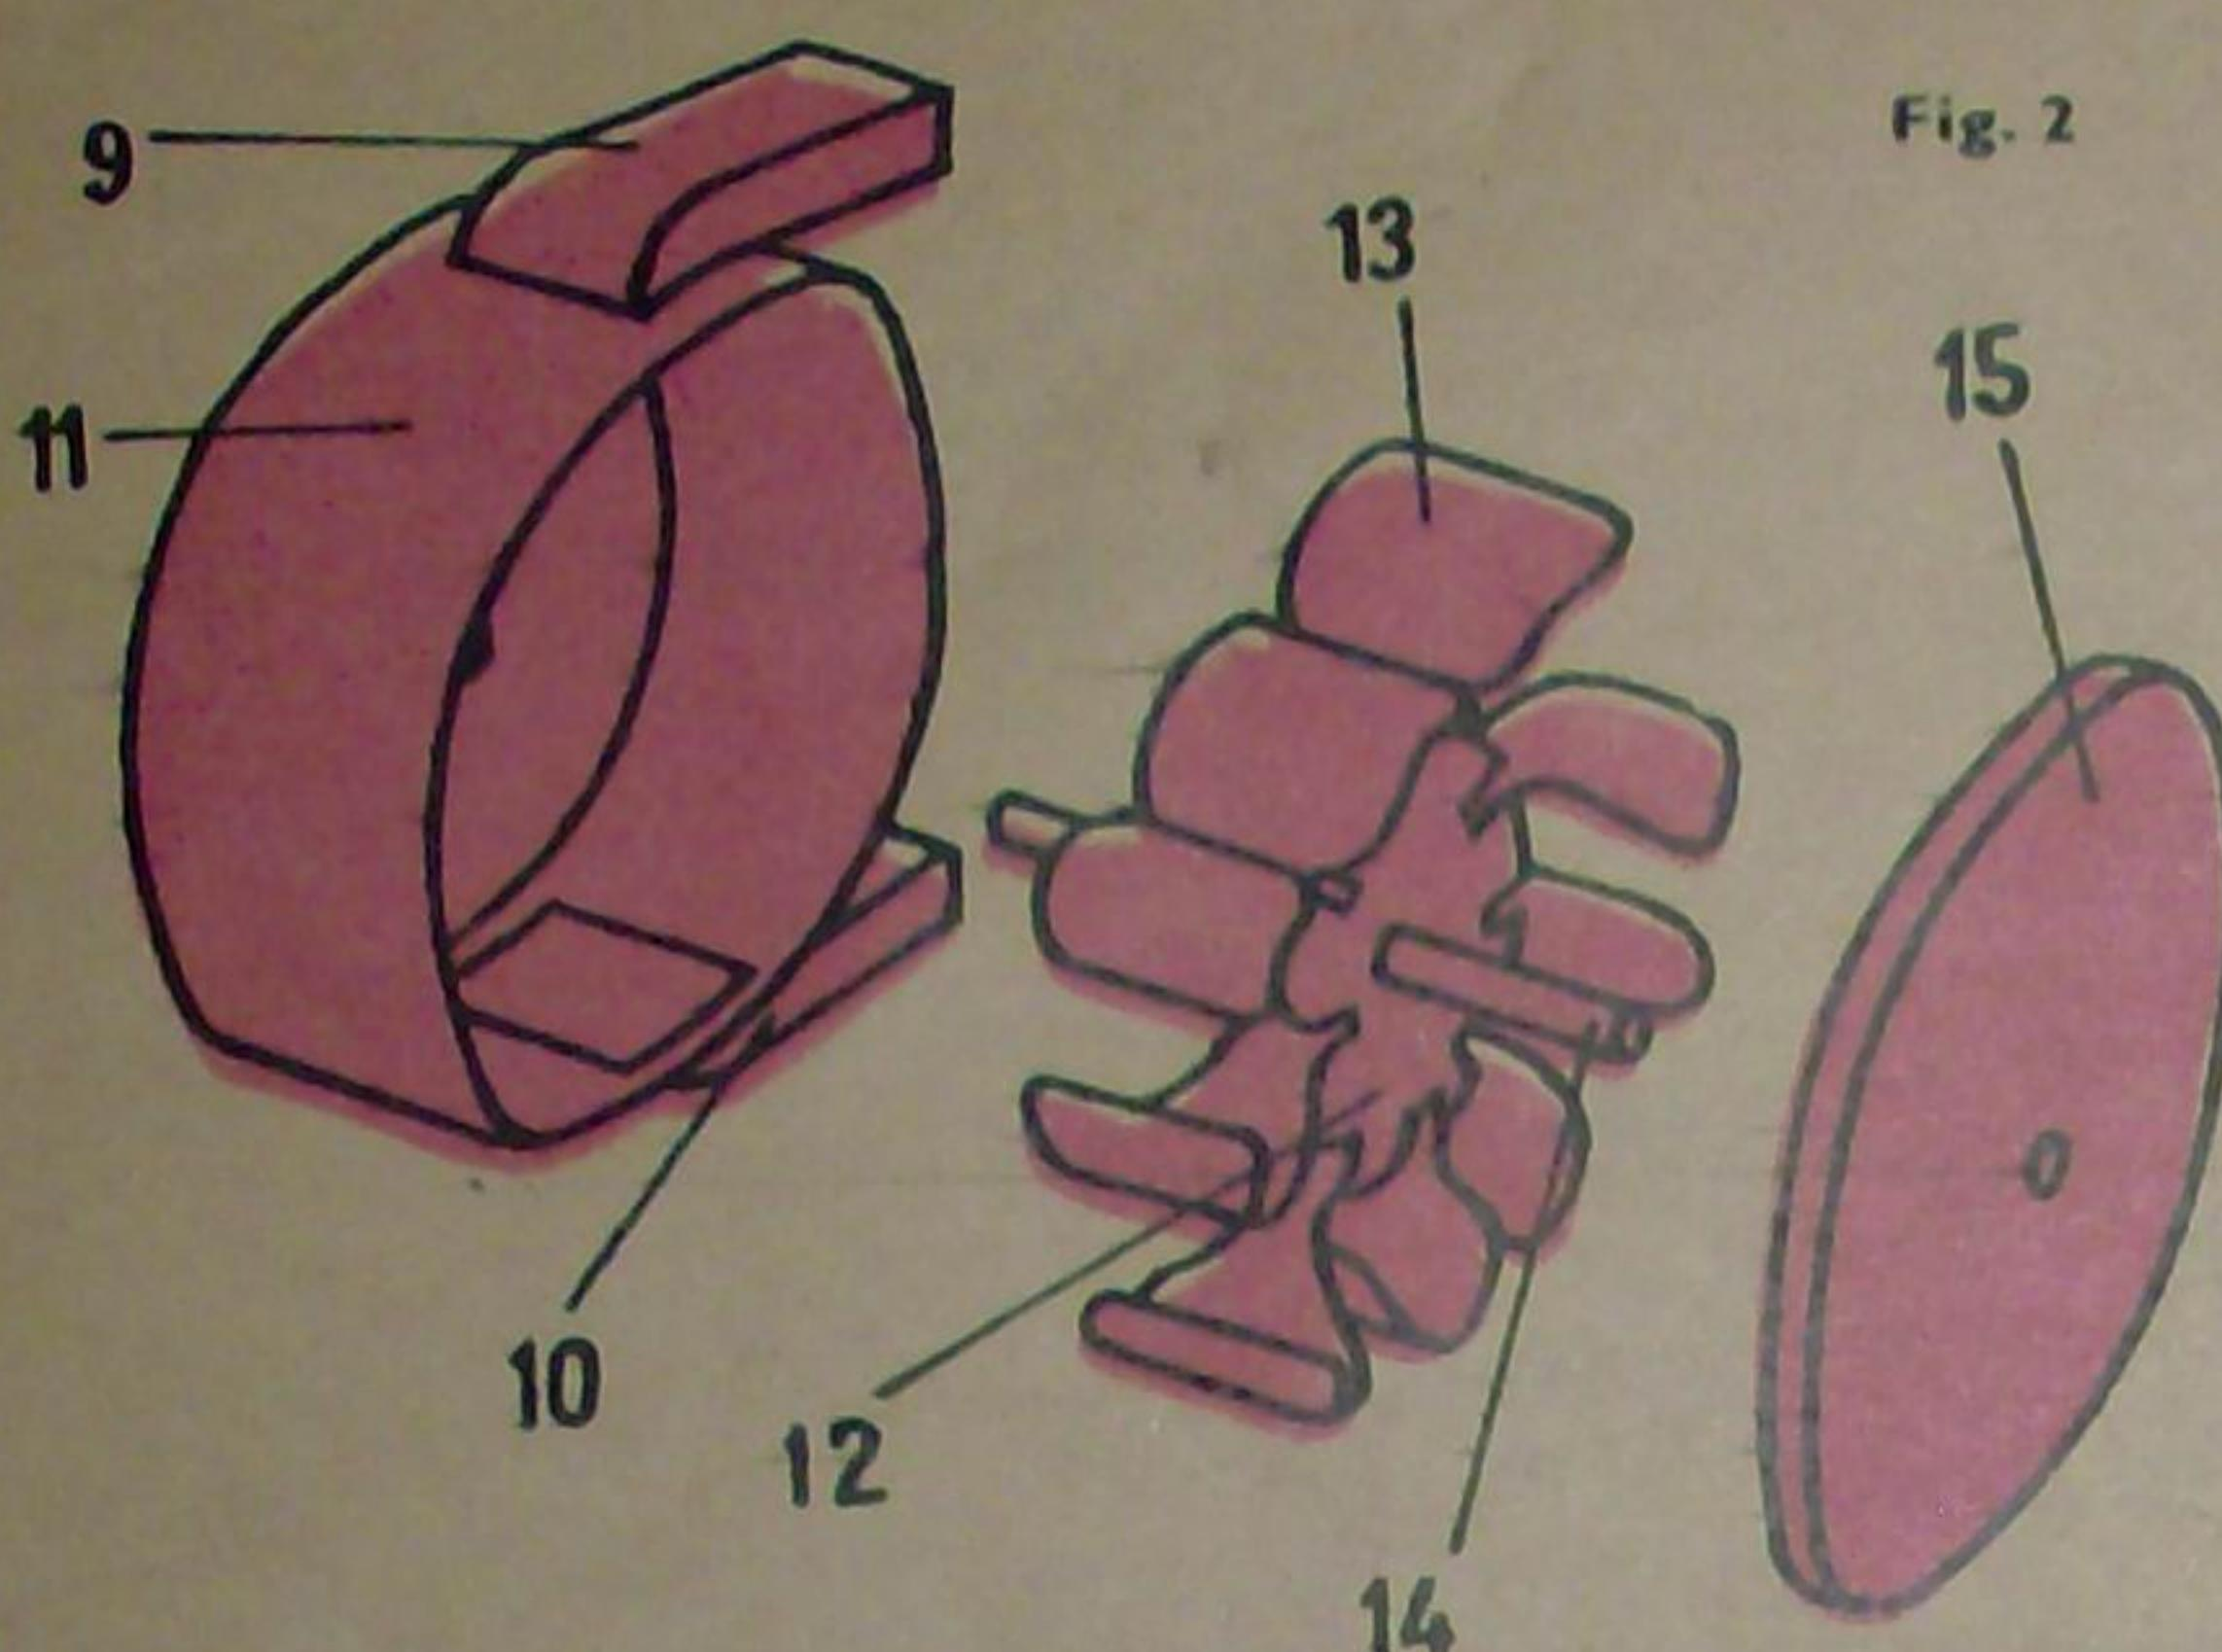
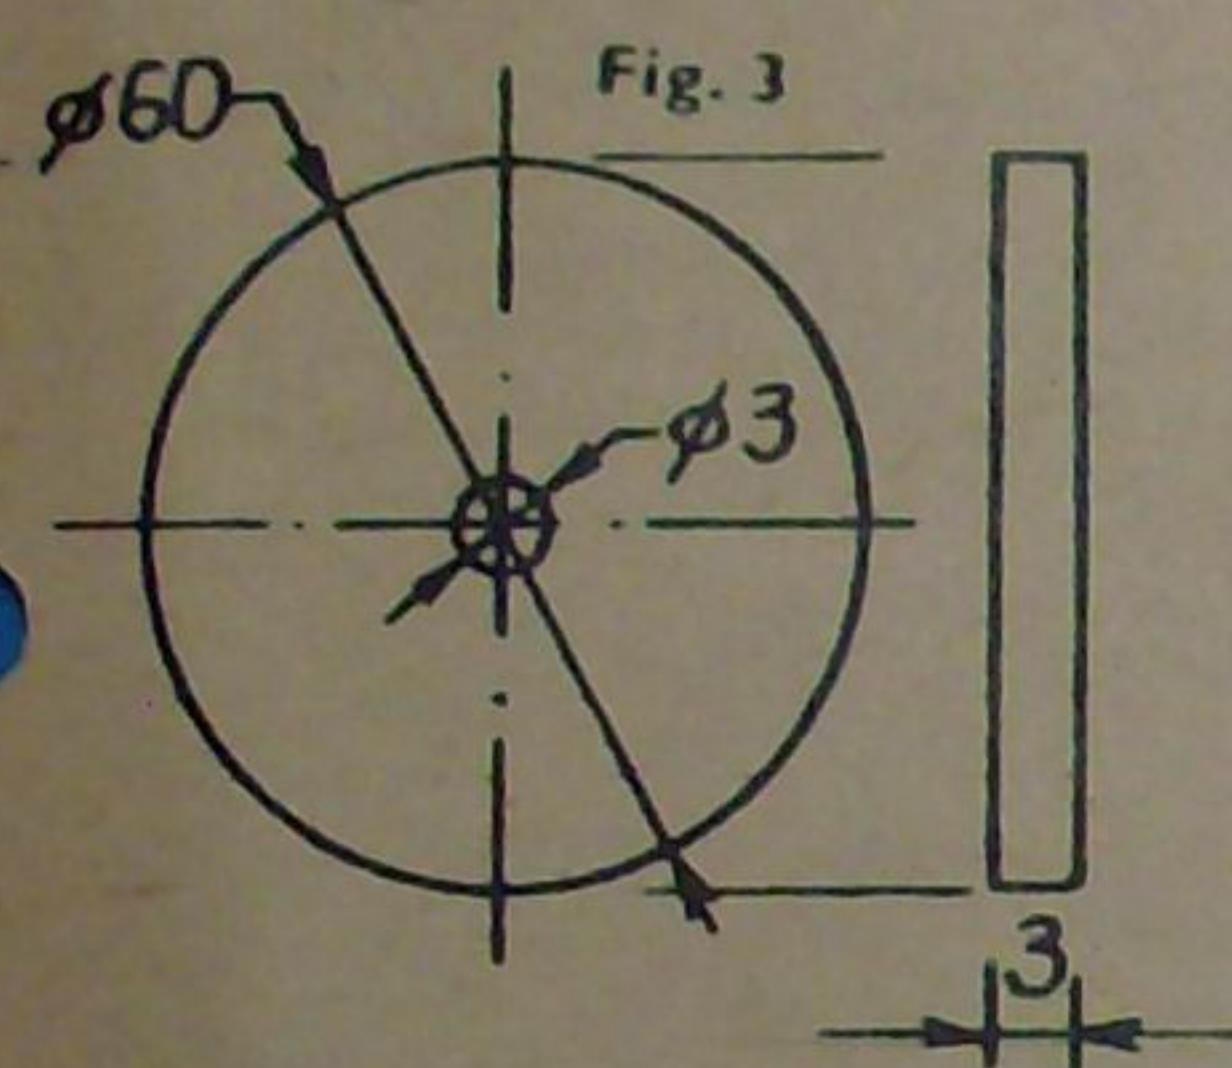

Fig. 2
Fig. 3
După execuțarea acestor părți componente, se trece la asamblare (fig. 2). Picioarele (1) se lipesc de partea exterioară a bucșei (3), iar colțarele (4) se lipesc de capătul axului (2). Pentru reglarea înălțimii este nevoie de un șift executat din sirmă de 4–6 mm grosime, care se introduce în găurile practicate în ax și bucșă.
(14 — fig. 2), executat ca în figura 7, pentru care se poate folosi o rezervă de la pixul cu pastă.
Confectionate în întregime din plexiglas, piesele componente ale turbinei sunt schițate în fig. 2. Acestea sunt: piesele de racordare ale tuburilor de cauciuc (9 și 10 — fig. 2), confectionate din plexiglas de 1 mm grosime, conform indica-
țiielor din figura 5 (sunt necesare cîte 2 repere 5a și 5b și 4 repere 5c); carcasa turbinei (11 — fig. 2), executată din plexiglas de 3 mm grosime, ca în figura 4 (după decuparea porțiunii hașurate, se curbează prin încălzire și se lipesc la cele două capete laterale, se montează cele două discuri, 15 — fig. 2, executate ca în fig. 3); rotorul turbinei, constituit dintr-un disc de 1 mm grosime, confectionat ca în figura 6, pe care se lipesc paletele turbinei (13 — fig. 2) constând din linguri de plastic de la paharele de înghețată, plasat rigid, cu ajutorul a două bucățele de sîrmă pe un ax